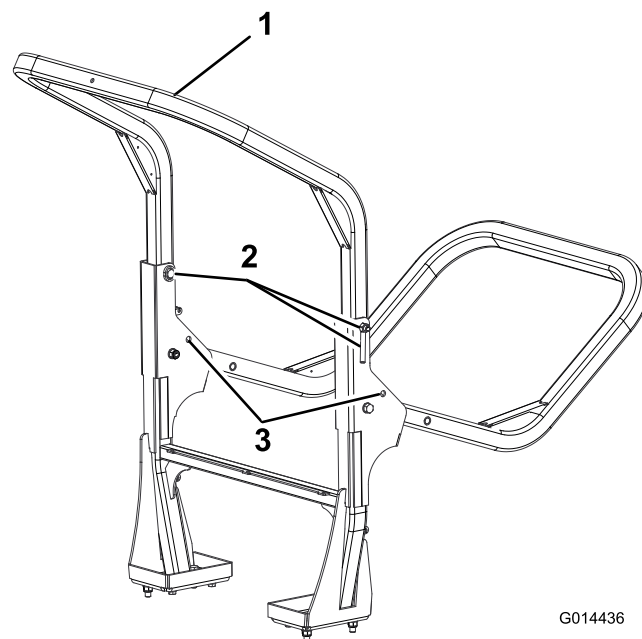

Bild 33
2. Stützen Sie das Gewicht des oberen Rahmens ab, während Sie die Handmutter, Scheiben und Befestigungsschrauben von den Schwenkhalterungen abnehmen (Bild 33).